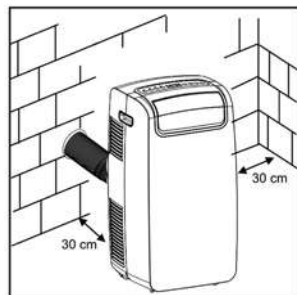

Fig. 6
Indien nodig kan uw apparaat ook semipermanent worden geïnstalleerd (fig. 6) Ga als volgt te werk:
- Stop het andere uiteinde van de slangmontage in de accessoire die u eerder op de muur hebt bevestigd zoals weergegeven in (fig. 6)